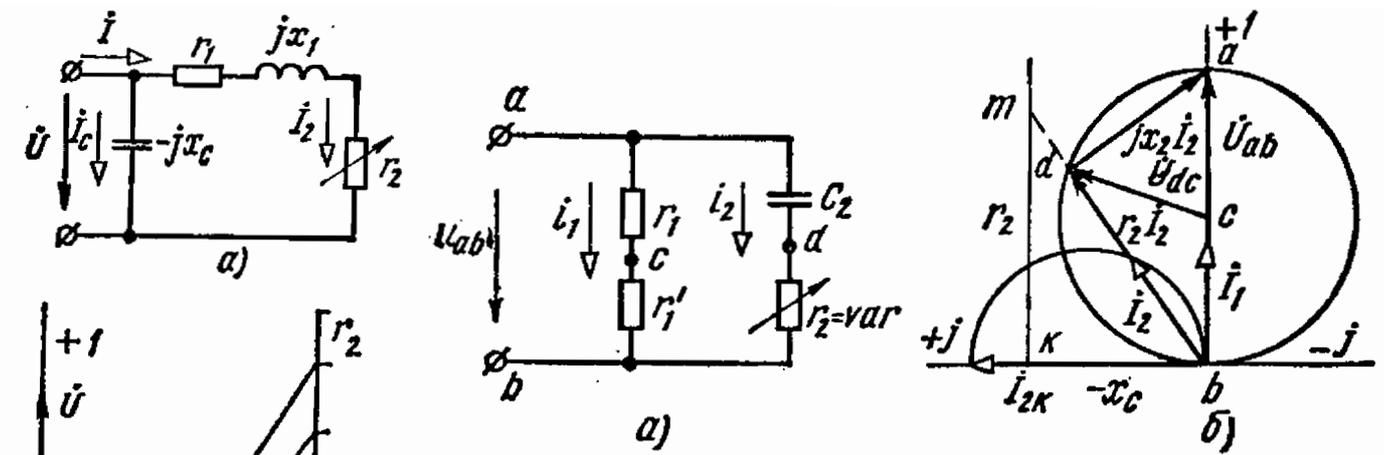

Рис. 4.32
4.32. Определить пределы изменения фазы напряжения фазовращающей цепи (рис. 4.32, а) по отношению к фазе напряжения источника питания $U_{ab} = 100$ В, если сопротивления цепи $r_1 = r'_1 = x_2 = 10$ Ом, а сопротивление r_2 изменяется от 0 до ∞ .
Решение. Если принять напряжение $\dot{U}_{ab} = 100$ В, то ток \dot{I}_2 при переменном сопротивлении r_2 изменяется по окружности рис. 4.32, б,